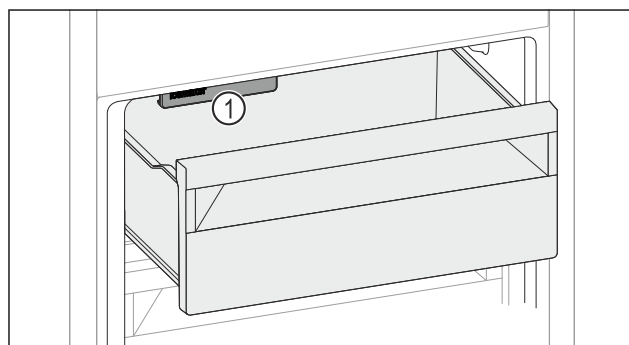

Fig. 133
- ▶ Dávejte pozor na IceMaker Fig. 133 (1).